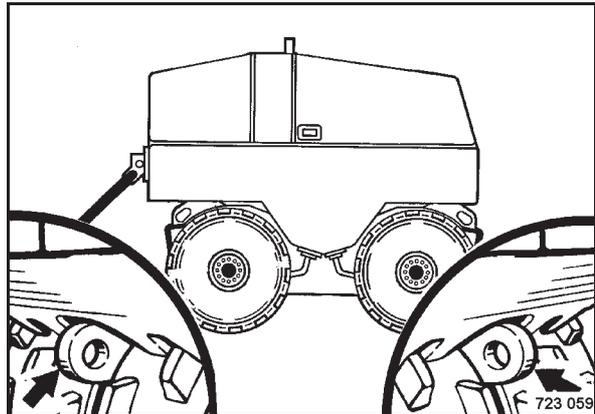

Bild 104
- Maschine auf Transportmittel auffahren und an beiden Ösen (Bild 104) verzurren.